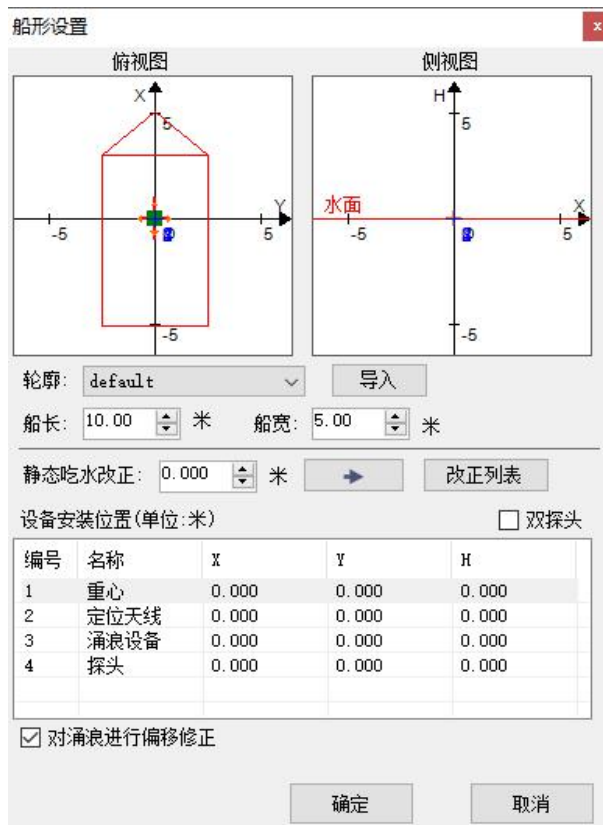

图 6.1 船形设置界面
- (1) 在创建新项目时，启动设置向导；
- (2) 点击软件主菜单“设置”→“项目配置”，或者点击工具栏按钮 ，在弹出的“项目配置参数”对话框中，选择“船形设置”列表项；
- (3) 点击软件主菜单“设置”→“船形设置”。船形设置界面如图 6.1 所示。